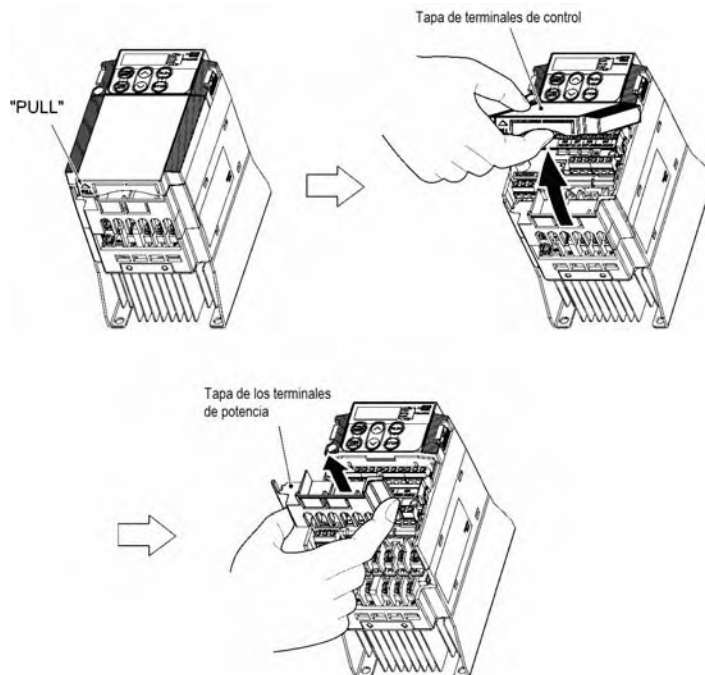

Figura 3.1 Retirar las tapas (En los variadores de potencia inferior a 5.5 kW)
- ① Para retirar la tapa de los terminales de control, presionar en la pestaña de la tapa (etiqueta "PULL"), y tirar hacia arriba.
- ② Para retirar la tapa de los terminales de potencia, presionar lateralmente y desplazar hacia arriba. (Figura 3.1).